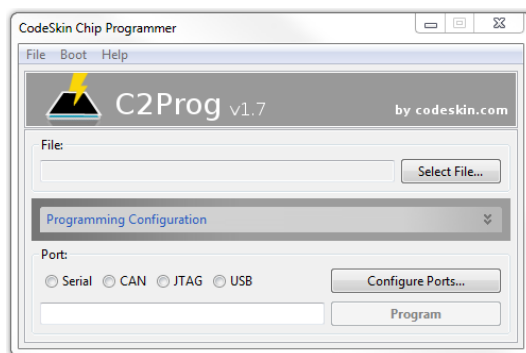

Abbildung 26: Übersicht C2Prog
- Nun muss in dem Programm C2Prog bei "Select File" (siehe Abb. 26) die erste Datei ausgewählt werden. Es handelt sich um die Datei: **PQC_C28_Release_X_XX_XXXXXX.ehx** ab PQC Versionen größer als 1.28 **PQC_C28_Release.ehx**. Nachdem die genannte Datei ausgewählt wurde, wird eine Passphrase abgefragt. Das entsprechende Passwort lautet: **frakopqc**